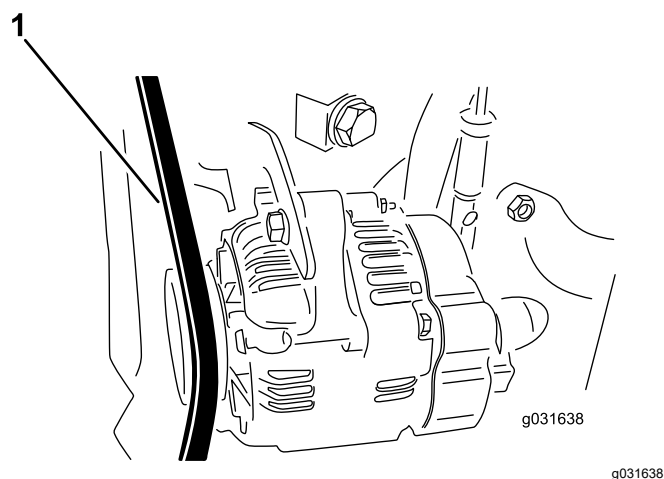

Figura 59
2. Aplique uma força de 30 N na correia do alternador a meio caminho entre as polias (Figura 59).